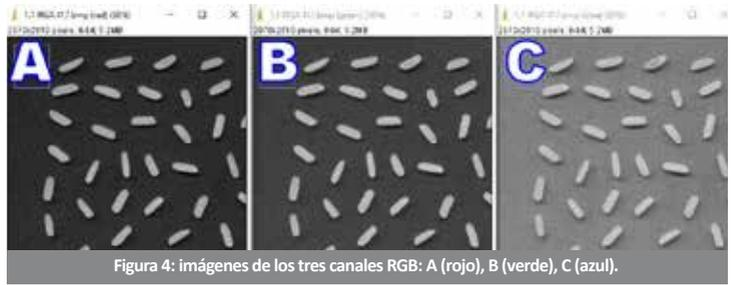

Figura 4: imágenes de los tres canales RGB: A (rojo), B (verde), C (azul).
Se obtienen tres imágenes correspondientes a cada canal como muestra la Figura 4
De los tres canales que se visualizan en la Figura 4, el mejor contraste se aprecia en el canal rojo (A). Este canal, se usará para binarizar empleando el histograma de dicho canal.